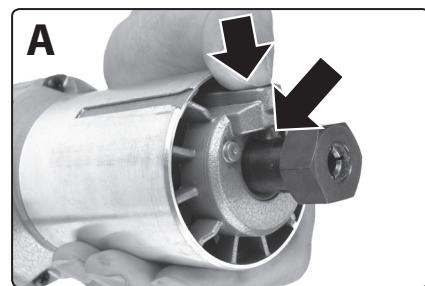

Abb. 16A
- Zum Lösen / Festziehen der Spannmutter muss die Spannmutter durch Drücken des Verriegelungsknopfes gesichert werden, wobei der Verriegelungsknopfstift sich gegenüber der Öffnung in der Spindel (Abb. 16A) befinden muss und die Spannmutter mit dem Schraubenschlüssel gelöst/ festgezogen wird.